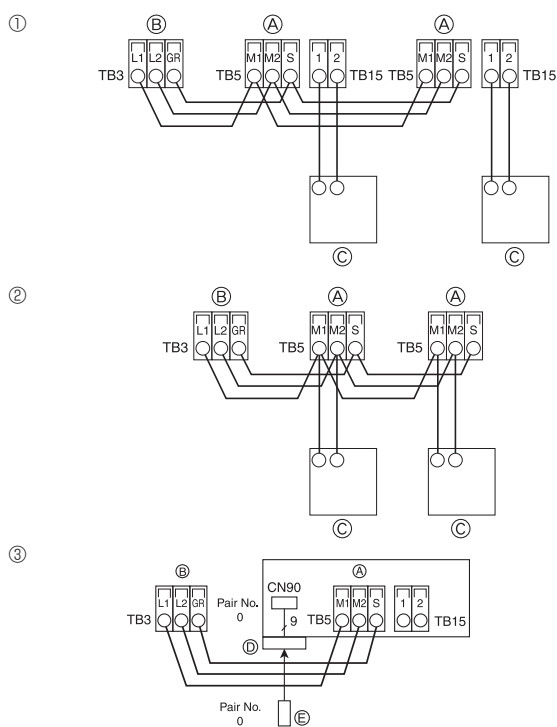

Fig. 5-8
5.4. Conectar los cables de transmisión del mando a distancia y de las unidades interior y exterior (Fig. 5-8)
- ① Mando a distancia MA
- ② Mando a distancia M-NET
- ③ Mando a distancia inalámbrico (al instalar el receptor de señales inalámbricas)